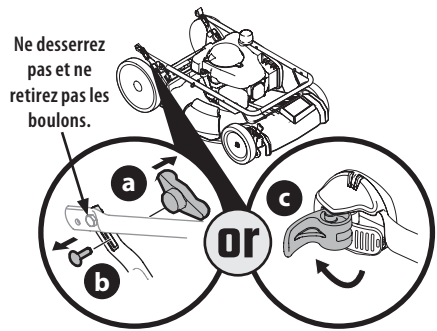

Figure 1
1. Retirez les boutons étoile ou les écrous papillon (a) et les boulons de carrosserie (b) du guidon. Passez à l'étape 2 si le guidon est doté de loquets (c) (Figure 1).